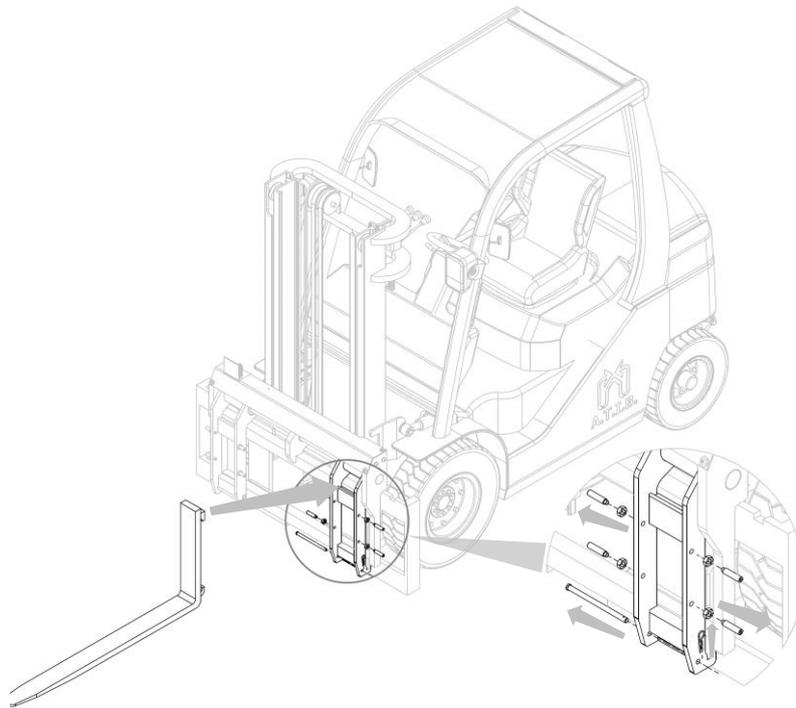

Figure 9
1. Appliquer les fourches, après avoir dévissé les butées de fourches des fourreaux et retiré les goupilles inférieures (voir Point Fixation Fourches) de fixation des fourches (voir Figure 9).